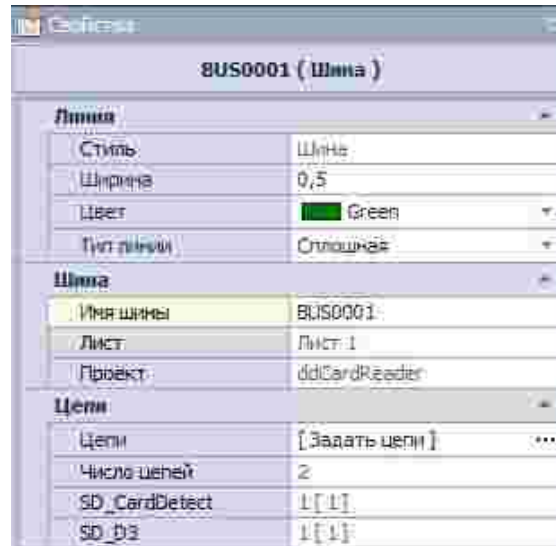

Рис. 97 Переименование шины из панели «Свойства»
- Из пункта «Имя шины», на панели «Свойства», см. Рис. 97.